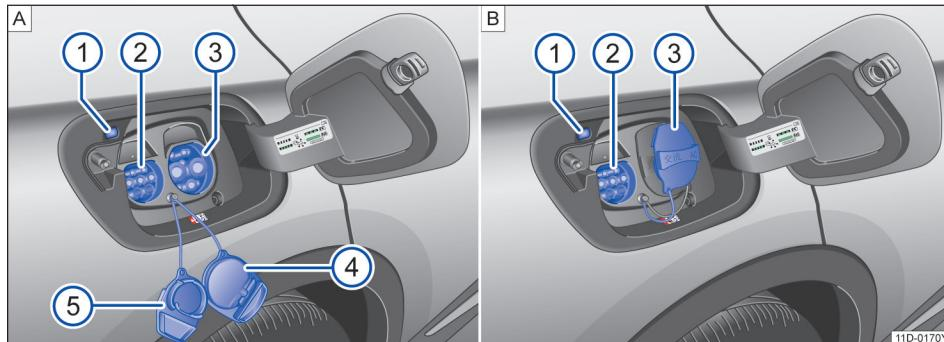

图 136 [A] 充电插口 [B] 充电口保护盖使用说明
→ 图 136[A] 的图例：
照→图 136[B] 方式使用。例如，使用交流电端口→图 136[A]②充电时，请将交流充电口保护盖→图 136[A]⑤挂在直流充电口保护盖上→图 136[A]④。
- 若成功连接，则→图 136[A] ① 充电状态指示灯亮白色，组合仪表的显示屏中出现指示灯 。
充电过程中，充电插口上的充电状态指示灯→图 136[A①]间歇性亮起绿色。
- 点击信息娱乐系统屏幕中的功能按键[结束充电]。充电插座上的充电过程指示灯亮起白色→图 136[A①]。
充电插口上的充电状态指示灯 → 图 136[A①] 显示充电过程的状态。